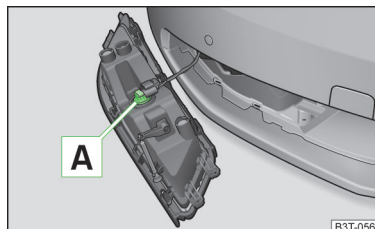

Fig. 204
- Rotiți soclul becului **A** » fig. 204, până la limită, în sens antiorar și extrageți-l.